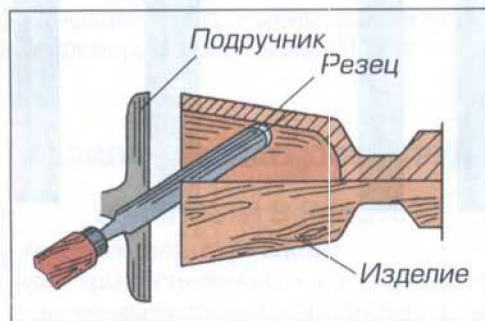
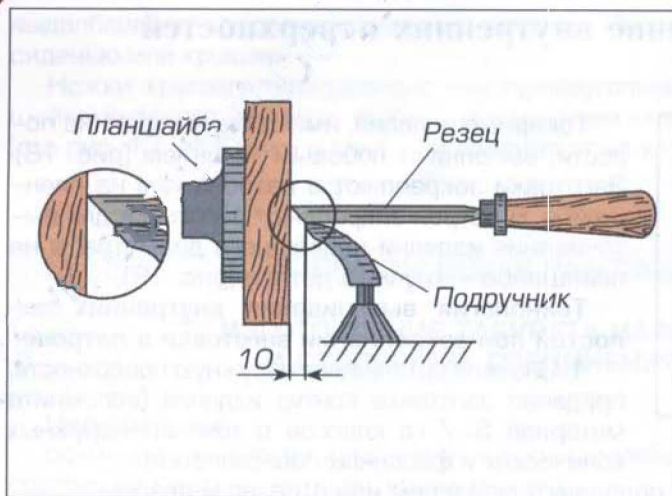

Рис. 18. Вытачивание внутренних полостей в заготовках методом лобового точения
Рис. 19. Точение заготовок
Токарные изделия, имеющие внутренние полости, выполняют лобовым точением (рис. 18). Заготовки закрепляют в патроне или на планшайбе. В патрон закрепляют заготовки для вытачивания изделий небольшого диаметра, а на планшайбе – крупные детали (рис. 19).
7. Расширяют гнёзда боковой стороной режущей кромки стамески под углом к оси вращения (см. рис. 18).
Планшайбу (см. рис. 19) применяют для изготовления изделий большого диаметра (тарелок, подносов, чаш и т.д.).